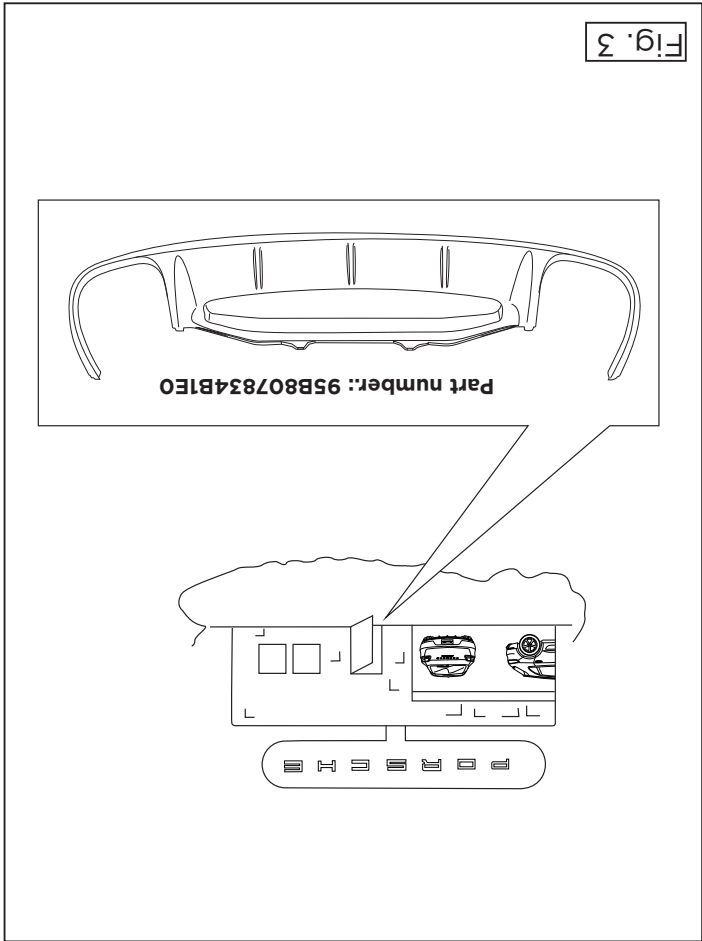

Fig. 3
**The spoiler cover can be ordered at your Porsche dealer under partnumber: 95B807834B1E0. (Figure 3)**
**Die Spoiler ist zu erhalten bei PORSCHE als original teil unter nr: 95B807834B1E0. (Abbildung 3)**
Спойлер можно заказать у вашего дилера PORSCHE под номером издания 95B807834B1E0. (рисунок 3)